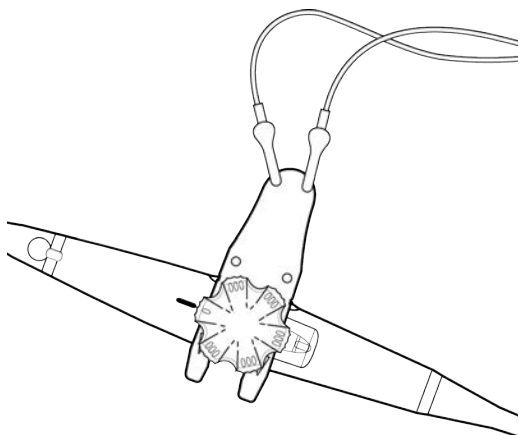

Figura 19 Collegamento dello strumento per test di foratura
- b Collegare i conduttori rossi allo strumento per test di foratura come illustrato nella **Figura 19**.